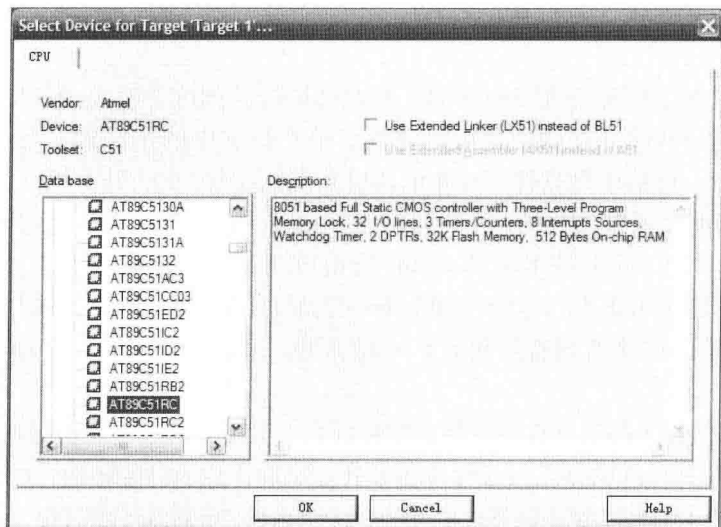

图 1-2 “Select Device for Target 'Target 1'” 对话框
1) 启动 μ Vision4 并创建一个项目文件 μ Vision4 是一个标准的 Windows 应用程序, 直接在桌面上双击图标  就可启动它。在 μ Vision4 中执行菜单命令 “Project” → “New Project”, 弹出 “Create New Project” 对话框, 在此可以输入项目名称 (建议每个项目使用一个独立的文件夹)。输入新建项目名后, 单击 “确定” 按钮, 弹出如图 1-2 所示的 “Select Device for Target 'Target 1'” 对话框。在此对话框中, 根据需要选择合适的单片机型号。执行菜单命令 “Project” → “Select Device for Target” 也会弹出图 1-2 所示的对话框。
在图 1-2 中, 左侧 “Data base” 栏列出了各厂商名及其产品, 右侧 “Description” 栏是对该选中单片机的说明。选择了目标器件后, 单击 “OK” 按钮, 将弹出图 1-3 所示的对话框。在此对话框中, 询问用户是否将标准的 8051 启动代码复制到项目文件夹并将该文件添加到项目中。如果单击 “否” 按钮, 项目窗口中将不添加启动代码; 如果单击 “是” 按钮, 项目窗口中将添加启动代码。二者的区别如图 1-4 所示。